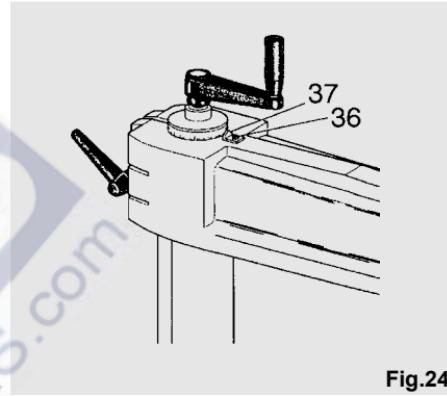

Fig.24
Ist die senkrechte Stellung des Arms zur Anschlageiste eingestellt worden, muß der Index am Arm (siehe Abb.24) endgültig eingestellt werden. Schraube (36) lösen und Index (37) mit Nullstellung des Nonius zur Deckung bringen.